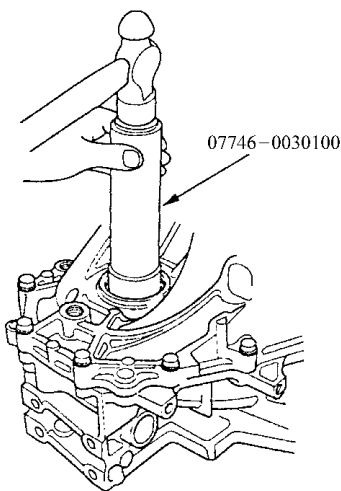

图 4-127 将差速器总成
4) 如图 4-127 所示，借助专用工具，将差速器总成装到离合器壳体底部。